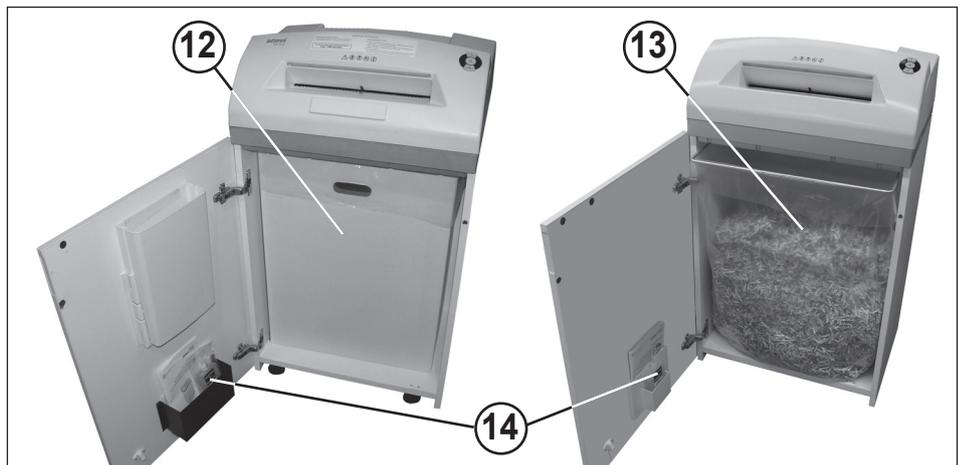

fig. 4
12 = Bac collecteur (fig. 4)
13 = Sac collecteur pour papier (fig. 4)
14 = Récipient d'huile (fig. 4)
## VIDER LE BAC COLLECTEUR / SAC COLLECTEUR POUR PAPIER (fig. 4) :
Ouvrir la porte. Le voyant de contrôle (8) s'allume et le voyant LED de la touche de marche arrière (4) ainsi que le voyant de contrôle (7) **clignotent**. Retirer le récipient d'huile (14) (fig. 4) de son support dans la porte et refermer la porte.